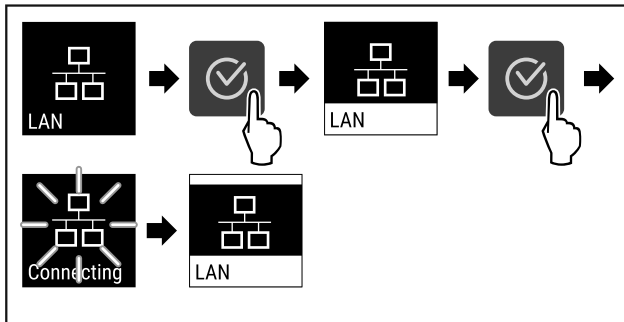

Fig. 90
- ▶ Vykonajte kroky akcie (pozri Fig. 90) .